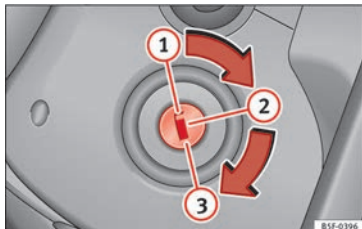

Bild 145 Bilnyckellägen
- Vrid tändningsnyckeln till läget ❶ »» bild 145.
- Ta ur nyckeln ur tändningslåset i läge ❶ »» bild 145 »» ⚠.